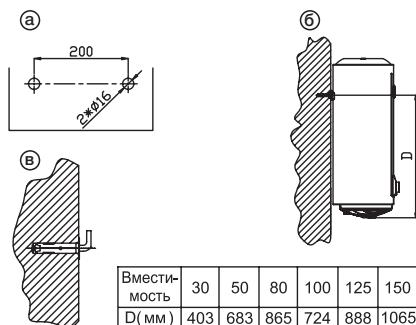

Рис. 2
2. После выбора места монтажа определите места под два крепежных болта с крюками (в зависимости от спецификации выбранного изделия). Электродрелью просверлить два отверстия в глухой стене диаметром 16 мм на расстоянии 200 мм. Расстояние между отверстиями выдержать в соответствии с рис. 2а. При определении высоты отверстий необходимо учесть положение на стене водопроводных соединений, тип водопроводных труб и расстояние от крепления до низа нагревателя (см. рис. 2б).
3. Вставить распорные болты в отверстия и убедиться, что крюк направлен вверх (см. рис. 2в).